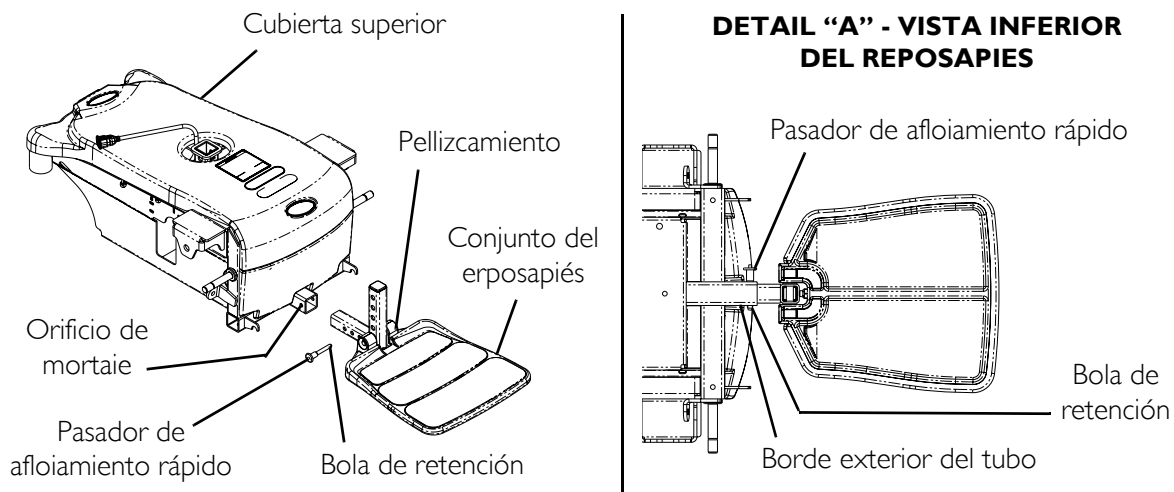

ILUSTRACIÓN 8.1 Montaje/desmontaje del conjunto del reposapiés
NOTA: Para ver este procedimiento, consulte la ILUSTRACIÓN 8.1.
2. Inserte el pasador de aflojamiento rápido pulsando el botón al mismo tiempo. Asegúrese de que las bolas de retención del pasador de aflojamiento rápido estén completamente desencajadas del borde exterior del tubo (detalle "A" de la ILUSTRACIÓN 8.1).